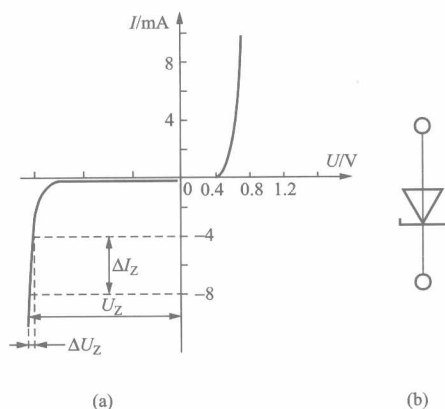
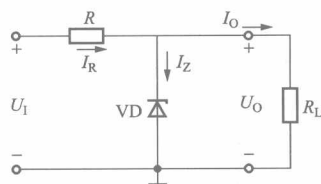

图 1-7 稳压二极管的伏安特性及符号
图 1-8 稳压二极管稳压电路
(2) 稳压二极管的伏安特性曲线及符号如图 1-7 所示,其分析过程详见教材内容。
(3) 稳压二极管的主要参数有稳定电压和稳定电流。
(4) 由稳压二极管构成简单稳压电路,如图 1-8 所示。先请大家思考下面 3 个问题:
在图 1-8 稳压二极管稳压电路中, $I = I_Z + I_O$,